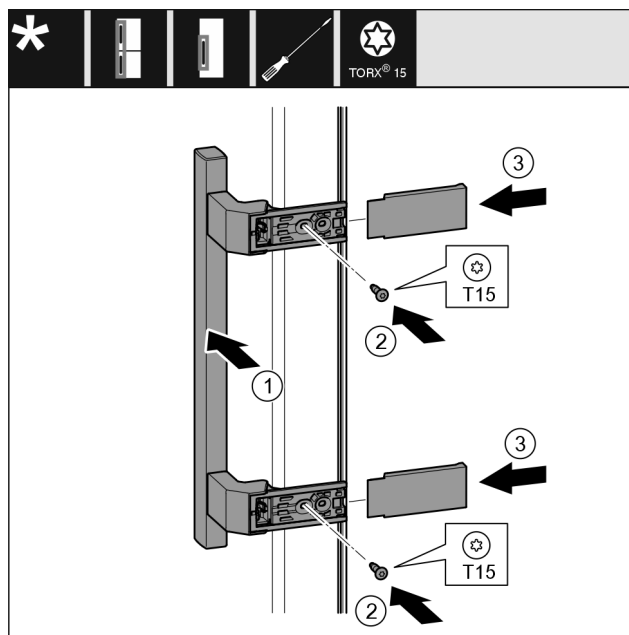

Fig. 23
- Applicare la maniglia Fig. 23 (1) sul lato opposto.
- Stringere le viti Fig. 23 (2) con un cacciavite.
- Applicare le coperture Fig. 23 (3) lateralmente e spingerle in sede.